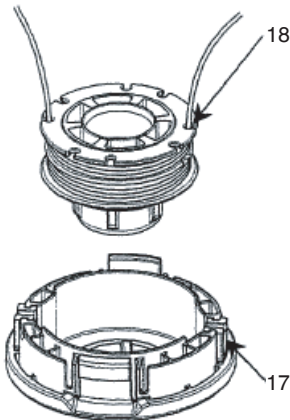

Fig. 24
(5) Introduzca ambos extremos sueltos de la línea a través de la guía de cuerda (17) cuando coloque el rollo en la caja. (Fig. 24)